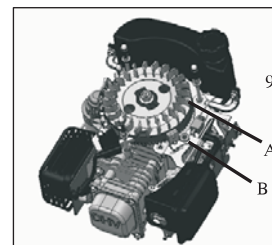

Fig. 12 9: Serbatoio A: Volano B: Sistema frenante
4. Spostare la maniglia di avviamento (sull'attrezzatura) per rilasciare il freno del volano, e verificare che vi sia abbastanza gioco tra braccio guida e barra di ritorno dell'acceleratore quando è in posizione veloce (o alta). Verificare che ci siano almeno 2mm di gioco tra il tappo e il supporto del cavo del freno (vedi Fig. 12).